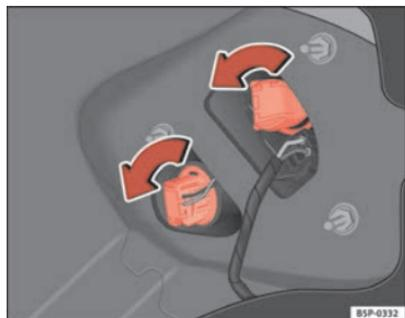

Fig. 186 Feux dans la carrosserie
- Tournez la douille d'ampoule vers la gauche ⇒ fig. 186.